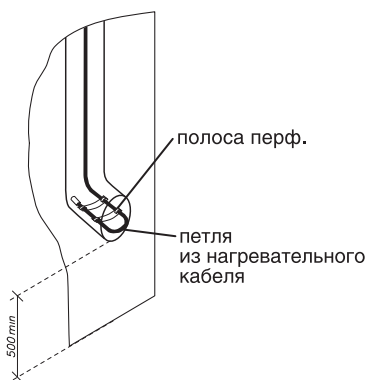

Рисунок 6.
- Внизу водосточной трубы, на выпуске, организовать усиленный обогрев, сформировав петлю из нагревательной секции. Для этого необходимо измерить длину кабеля, снять нижний патрубок водосточной трубы, сформировать петлю, скрепить её полосой перфорированной, как показано на рис. 6. Далее установить нижний патрубок на место. Край петли закрепить на конце патрубка.
м рекомендации по монтажу приведены ниже (см. п. 1.4 настоящей инструкции). Для удобства последующего удаления образовавшейся наледи рекомендуется нижний патрубок водосточной трубы устанавливать не ниже 500 мм от земли (Рис. 6).